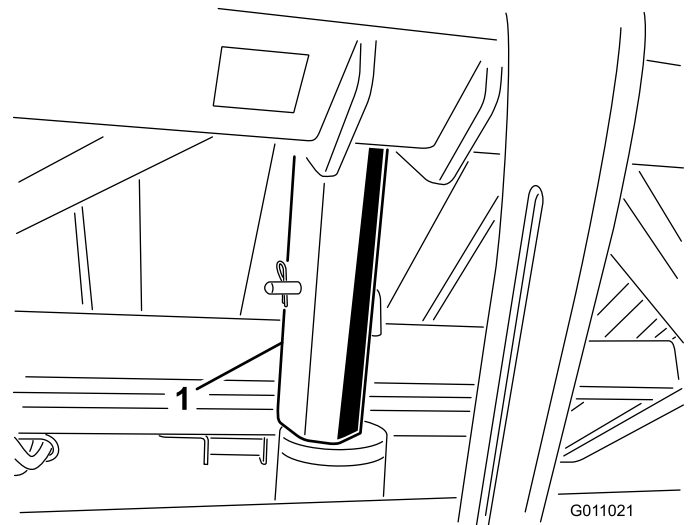

Figura 24
3. Instale el soporte de seguridad de la tolva sobre la varilla del cilindro, asegurándose de que el extremo del soporte descance contra el cilindro y el extremo de la varilla (Figura 24). Fije el soporte de seguridad de la tolva a la varilla del cilindro con el pasador de horquilla y el pasador de sujeción.